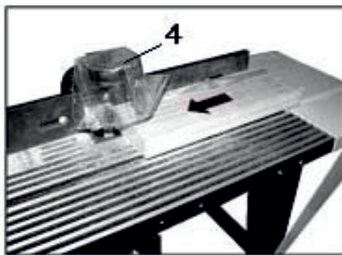

Рис. 6
## Обработка вдоль волокна (Рис. 6)
Опустите кожух (4), Рис.6, включите фрезер и подавайте заготовку. Подавайте заготовку плавно и равномерно.